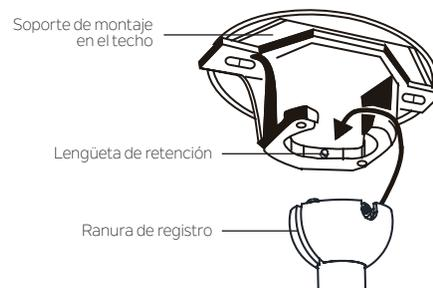

Figura 10
Paso 11. Levante el conjunto del motor a su posición y coloque la bola de suspensión en el soporte de montaje. Gire todo el conjunto hasta que la "lengüeta de retención" haya caído en la "ranura de registro" y se asiente firmemente. **(Figura 10)**